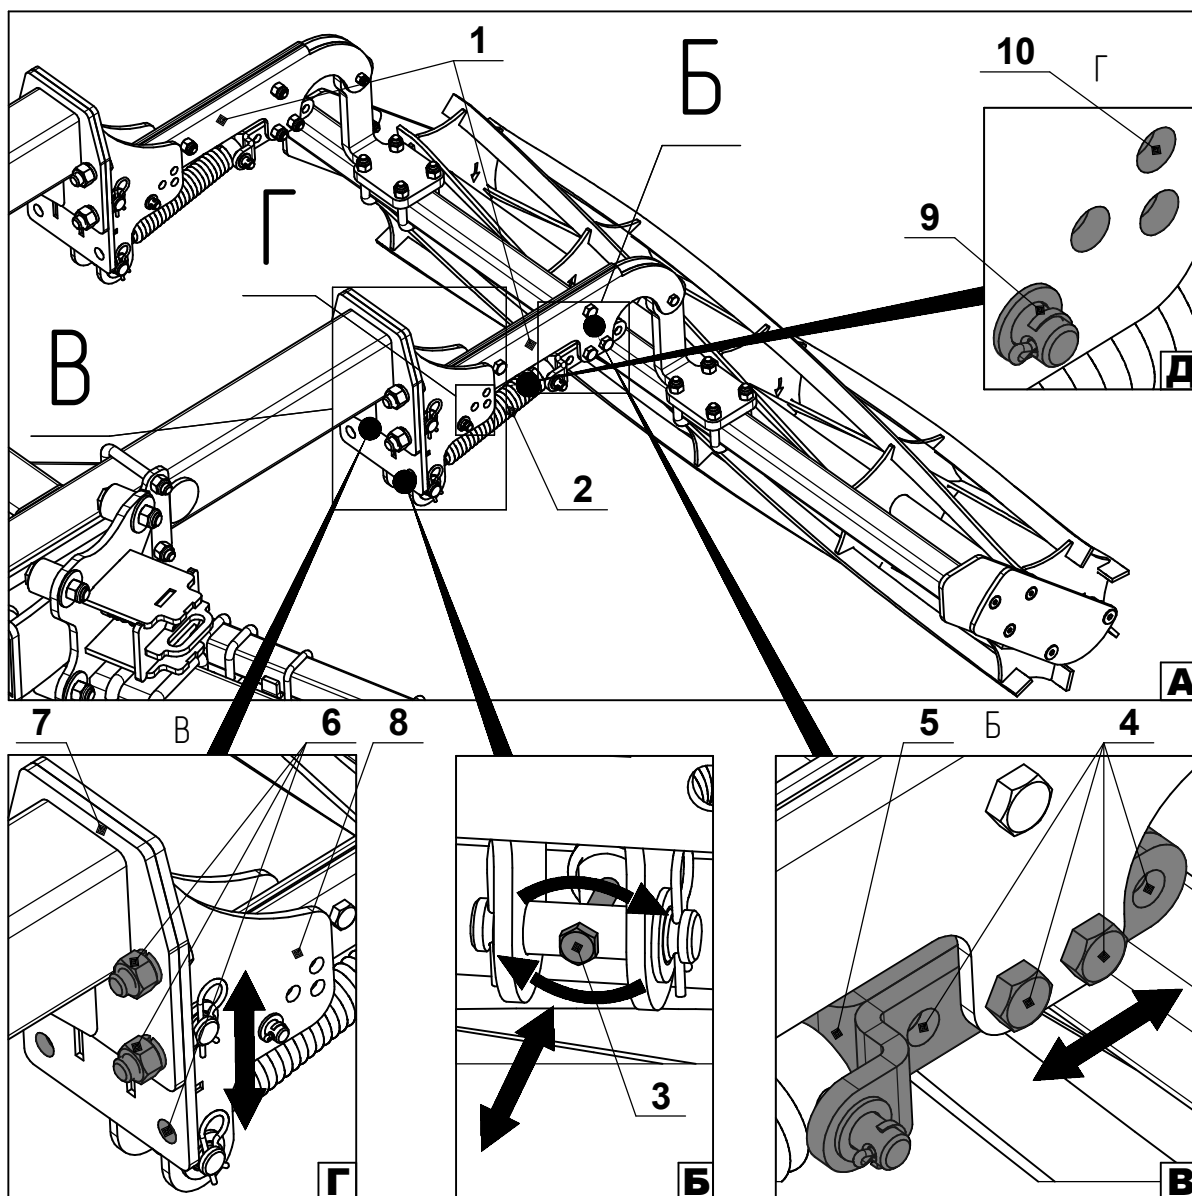

Рис.4.1-Регулировка катка бороны тяжёлой дисковой "TORNADO -7000"
Для эффективного крошения почвы на данном агрегате используются катки спирально планчатого типа. Данные катки подходят для работы на лёгких и средних почвах. Для обеспечения копирования рельефа используется подпружиненная подвеска **поз.1 рис.4.1А**.
1. Регулировка прижимного усилия катка за счёт натяжения пружины **поз.2 рис.4.1А** с помощью болта **поз.3 рис.4.1Б** (вращение болта по часовой стрелке приводит к натяжению пружины) либо за счёт смещения по отверстиям **поз.4 рис.4.1В** кронштейна крепления пружины **поз.5 рис.4.1В**
2. Изменение положения катков по высоте за счёт смещения по отверстиям **поз.6 рис.4.1Г** на фланце рамы **поз.7 рис.4.1Г** кронштейна рычага **поз.1 рис.4.1А** либо изменения положения пальца в отверстиях **поз.9 рис.4.1Д** в кронштейне рычага **поз.8 рис.4.1Г**
Для этого необходимо поднять катки вверх и зафиксировать их при помощи пальца **поз.9 рис.4.1Д** в самом верхнем отверстии **поз.10 рис.4.1Д** и при необходимости можно ослабить натяжение пружины **поз.2 рис.4.1А** (вращение болта против часовой стрелки приводит к ослаблению пружины)